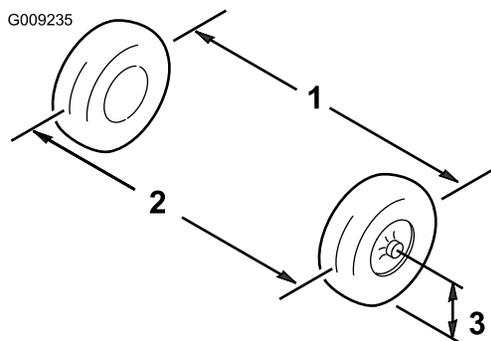

Figura 54
3. Meça a distância entre os pneus dianteiros à altura do eixo na zona dianteira e traseira dos pneus dianteiros (Figura 54).